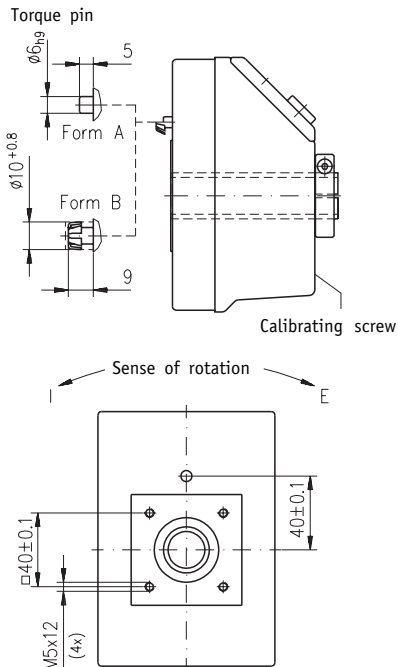

Fig. 1: Mounting
- Die frontseitige Schraube wird mit Hilfe eines Innensechskantschlüssel (SW 2) bis Anschlag heraus- und wieder eingedreht (dadurch wird ein interner Schalter betätigt, der die Kalibrierung auslöst (Abb. 1).
Actuators 1 + 2 determine the drive axis' sense of rotation (see fig. 1) which will not change when the counting direction of the AP03/1 display is altered.